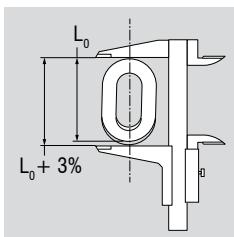

Abb. 10: Unzulässiger Verschleiß oder Dehnung an einem Kettenglied
- Unzulässiger Verschleiß oder Dehnung an einem Kettenglied liegt z. B. dann vor, wenn das Nennmaß der inneren Länge um 5 % überschritten ist. Dies entspricht einer äußereren Längen von 3% (Abb. 10)